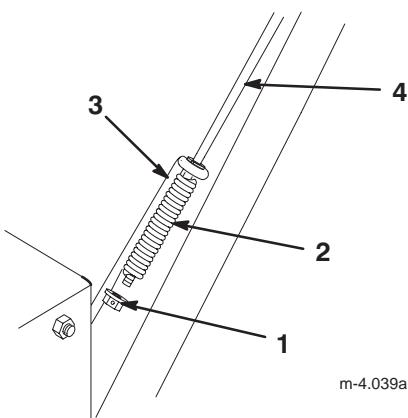

Bild 8
- Schieben Sie die Feder über das untere Ende der oberen Fahrantreibsstange (Bild 8).
- Schieben Sie eine Sicherungsbundmutter (Bundseite nach oben) auf das untere Ende der oberen Fahrantreibsstange unter die Feder (Bild 8).